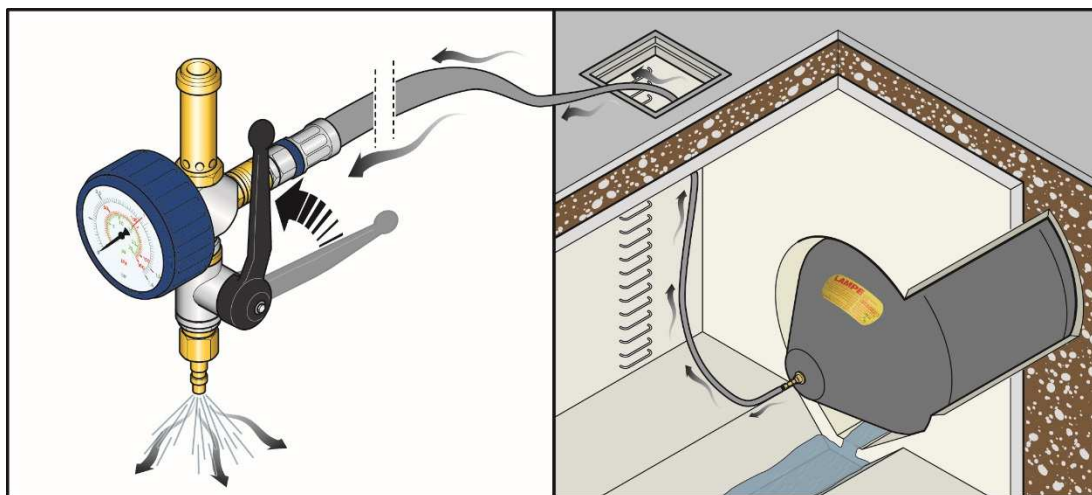

Figura 19 – Sgonfiaggio con pannello di sicurezza standard (cod. LA.7142702).
- Svitare gradualmente la ghiera della valvola di sicurezza, avendo cura di controllare l'eventuale deflusso dell'acqua al di sotto dell'otturatore e che questo non subisca alcuno spostamento (Figura 19).